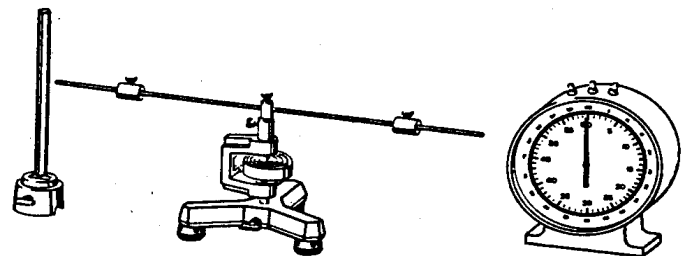

Bild 1
Wird auf der vertikalen Achse eines Schwingensystems ein Körper, z.B. ein Stab mit Gewichten, befestigt (Bild 1), dann bewirkt die Spiralfeder bei einer Verdrehung des Stabes um den Winkel  $\varphi$  ein Rückstellmoment  $M$ :
- Metallstab symmetrisch eingespannt mit zwei Zusatzmassen (Bild 1): Die Schwingdauer  $10 \cdot T$  ist als Funktion des Abstandes  $s$  (Abstand Drehachse bis Mitte Zusatzmassen) in eine Wertetabelle einzutragen (Schrittweite ca.  $\Delta s = 2 \text{ cm}$ ).